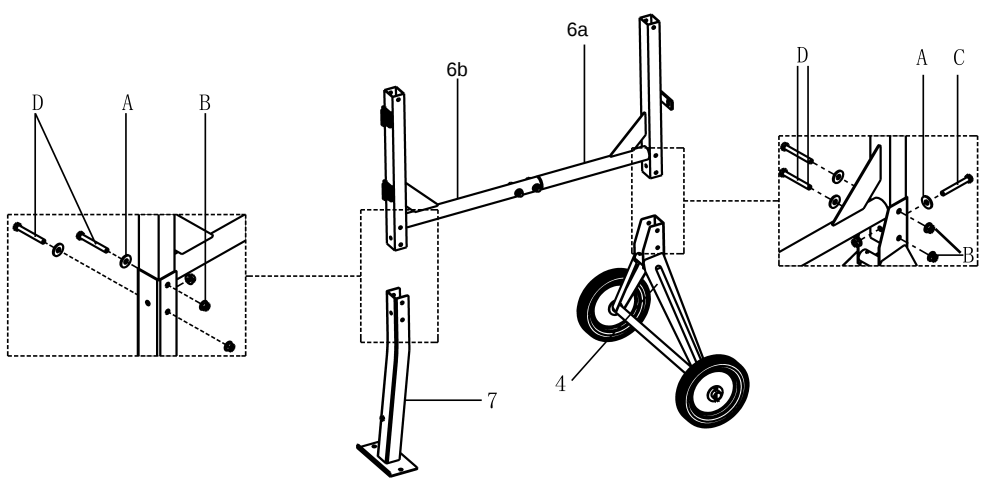

Fig. 3
1. Alinhe e insira os polos do suporte (6)na perna (7)e no suporte da roda (4).
2. Afixe a conexão com parafusos (C, D), rolos (A)e porcas (B)(Fig. 3).